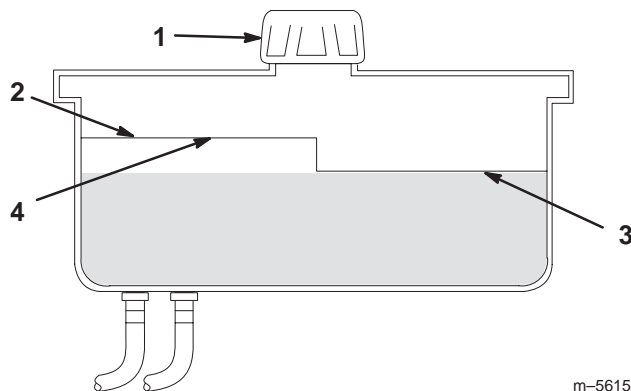

Figure 53
2. Nettoyez la surface autour du goulot de remplissage du réservoir hydraulique (Fig. 53).
3. Enlevez le bouchon du goulot de remplissage et vérifiez si le réservoir contient du liquide (Fig. 53).
Remarque : Lorsque l'huile est chaude, le niveau de liquide doit atteindre le haut du repère **à chaud** sur le déflecteur (Fig. 53).